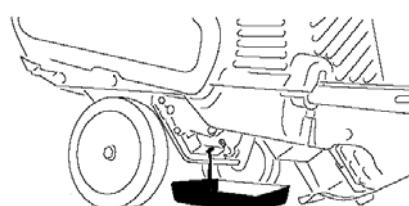

Рисунок 25
3. Расположите поддон для слива масла под сливным отверстием, открутите сливную пробку, наклоните снегоуборщик назад и перелейте масло в поддон для слива масла (Рис. 25)